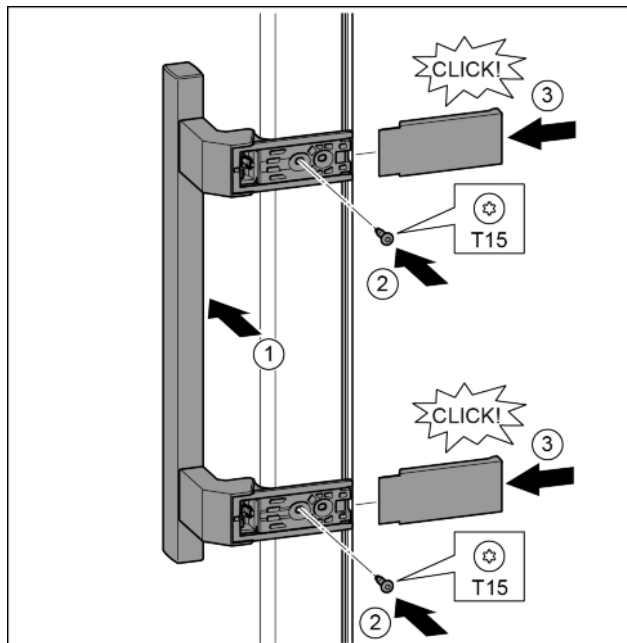

Fig. 17
- Greep op de tegenoverliggende zijde aanbrengen. Fig. 17 (1)
- Schroeven met schroevendraaier T15 vastschroeven. Fig. 17 (2)
- Afdekkingen zijdelings aanbrengen en erop schuiven. Fig. 17 (3)